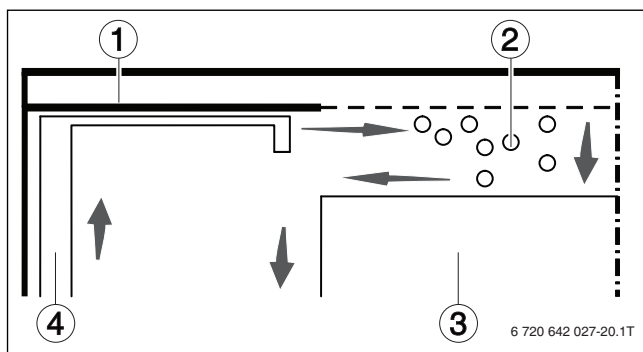

Bild 44 Totraum hinter der Brennkammer
- Reinigungskratzer nach links drehen, sodass sich die Spitze des Reinigungskratzers anhebt (→ Bild 44, [4]).